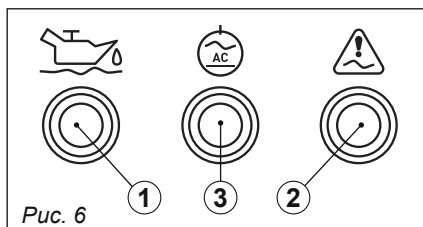

Рис. 6
Индикатор низкого уровня масла (поз. ①, рис. 6)
Индикатор перегрузки (поз. ②, рис. 6)
Индикатор сети (поз. ③, рис. 6)